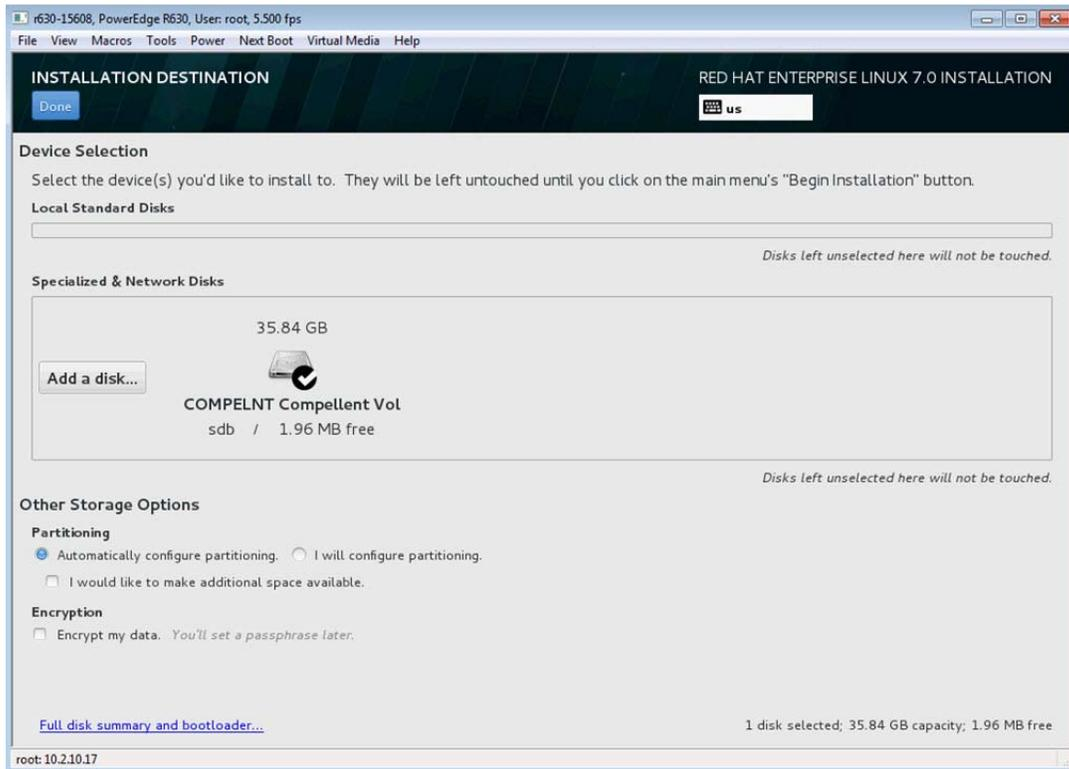

Abbildung 14-30. Auswählen von Partitionierungsoptionen
12. Wählen Sie im Fenster „Installation Destination“ (Installationsziel) (Abbildung 14-30) unter **Other Storage Options** (Andere Speicheroptionen) Ihre **Partitioning** (Partitionierungs) optionen, und klicken Sie dann auf **Done** (Fertig).